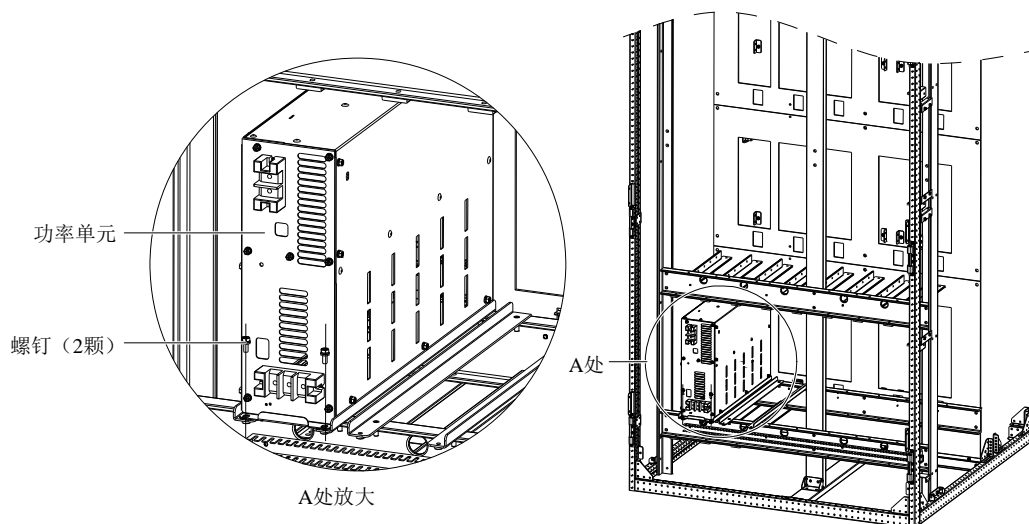

图2-35 安装 280kVA~800kVA 6kV 和 300kVA~1250kVA 10kV 变频器的功率单元
- 2) 用 2 颗螺钉将功率单元固定在机柜里，如图 2-35 所示。